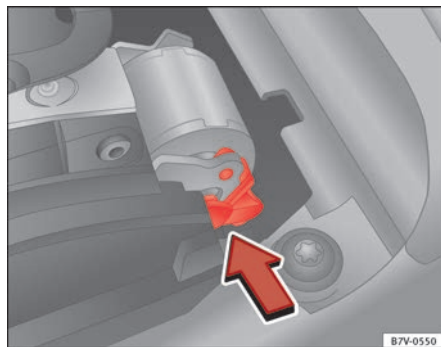

Fig. 196 Destrancagem de emergência do bloqueio da alavanca selectora.
- Pressionar a alavanca de destrancagem ⇒ Fig. 196 no sentido da seta e mantê-la nessa posição.